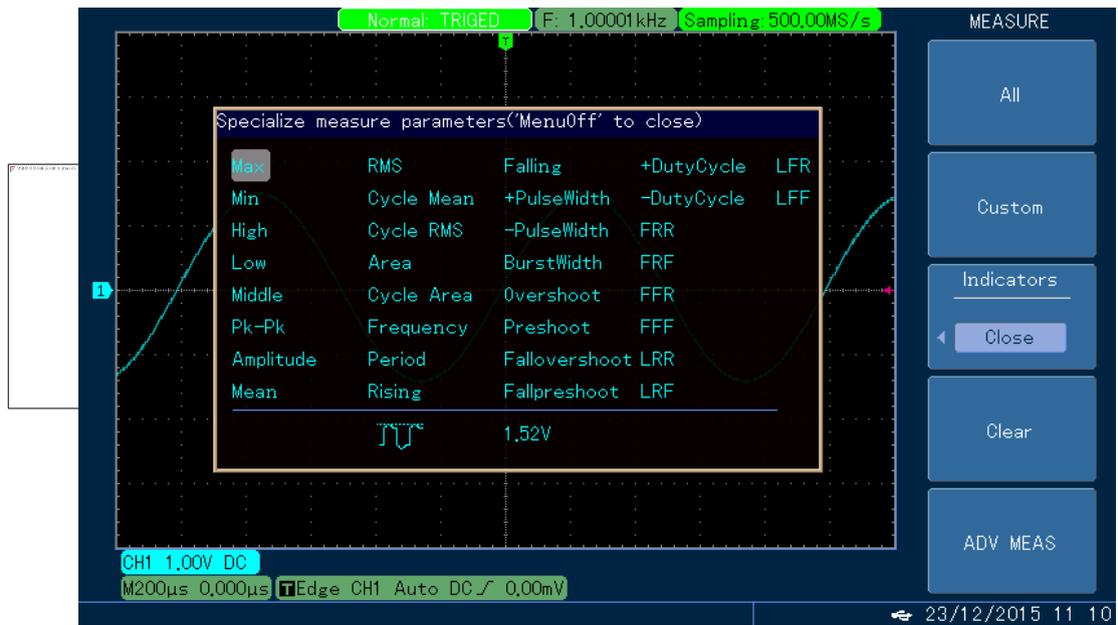
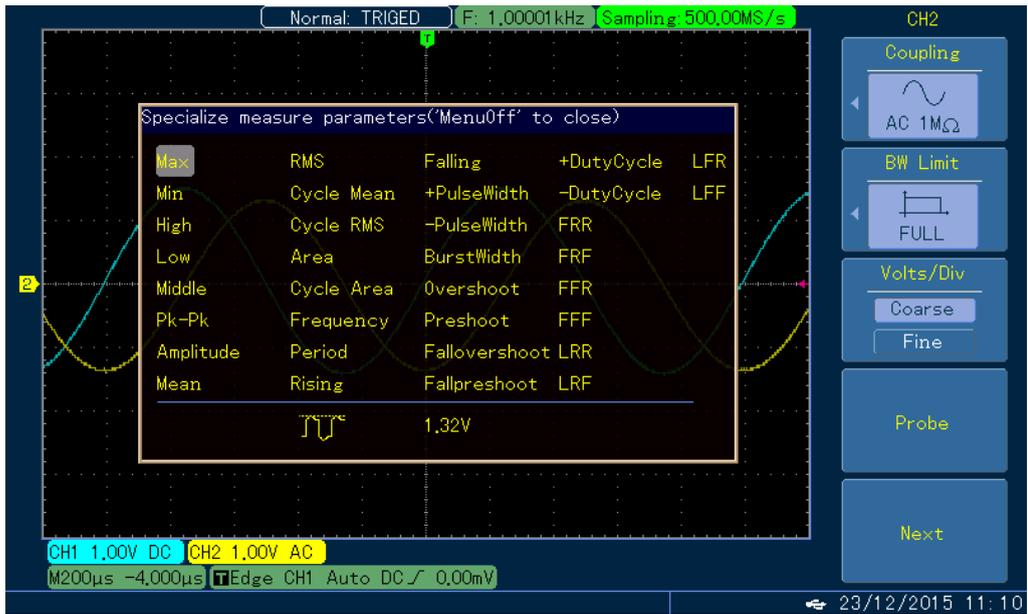

Fig. 2-35 사용자 정의된 파라미터를 사용하여 CH1 측정
Fig. 2-36 사용자 정의된 파라미터를 사용하여 CH2 측정
4. 사용자 파라미터를 사용하여 동시에 다른 채널을 측정 할 수 있습니다. 이 방법은 CH1 을 측정 할 때 CH1 을 한번 누르면 측정 대화 상자에 표시된 측정 색상이 파란색으로 변하고 모든 측정 파라미터가 파란색 글꼴로 표시됩니다. (Fig2-35 참조) 마찬가지로 CH2 의 측정을 위해 사용자 정의된 파라미터가 있는 경우 CH2 를 누릅니다. (Fig 2-36 참조)